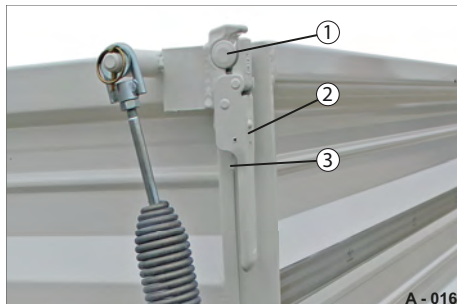
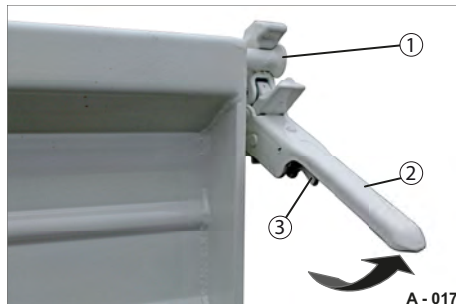

Abb. 18 Verschluss gesichert
Abb. 19 Verschluss entriegelt
- ▶ Drücken Sie die Verschluss-Sicherung (Abb. 18/3 & Abb. 19/3) ein und
- ▶ Ziehen Sie am Verschluss-Hebel (Abb. 18/2 & Abb. 19/2).
Der Lagerzapfen (Abb. 19/1) wird freigegeben.
- ▶ Drücken Sie den Verschluss-Hebel (Abb. 18/2) mit flacher Hand zu. Die Verschluss-Sicherung (Abb. 18/3) schnappt ein. Der Lagerzapfen (Abb. 18/1) wird verriegelt. Die Bordwand ist oben mit beiden Verschlüssen gesichert.